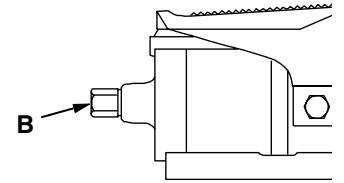

Figure 5
- Voir la figure 5. Raccorder une source d'alimentation en air de $15,3 \text{ m}^3/\text{h}$ [$9 \text{ pi}^3/\text{mn}$] (minimum) au connecteur pivotant NPTF de $\frac{1}{4}$ " (B) de la pompe à air. Utiliser exclusivement un flexible ou un raccord rapide de $\frac{1}{4}$ ". L'usage d'un raccord plus gros et lourd n'est pas recommandé. Étanchéiser le branchement avec un composé pour filetage de haute qualité.